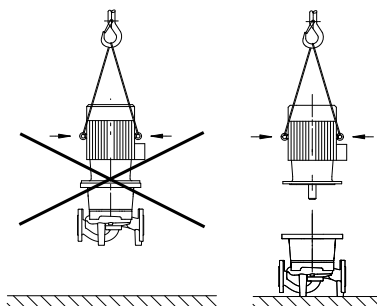

Fig. 18 : Elingage du moteur
- **N'utiliser les œillets de levage que pour le transport du moteur et non de la pompe complète (fig. 18).**